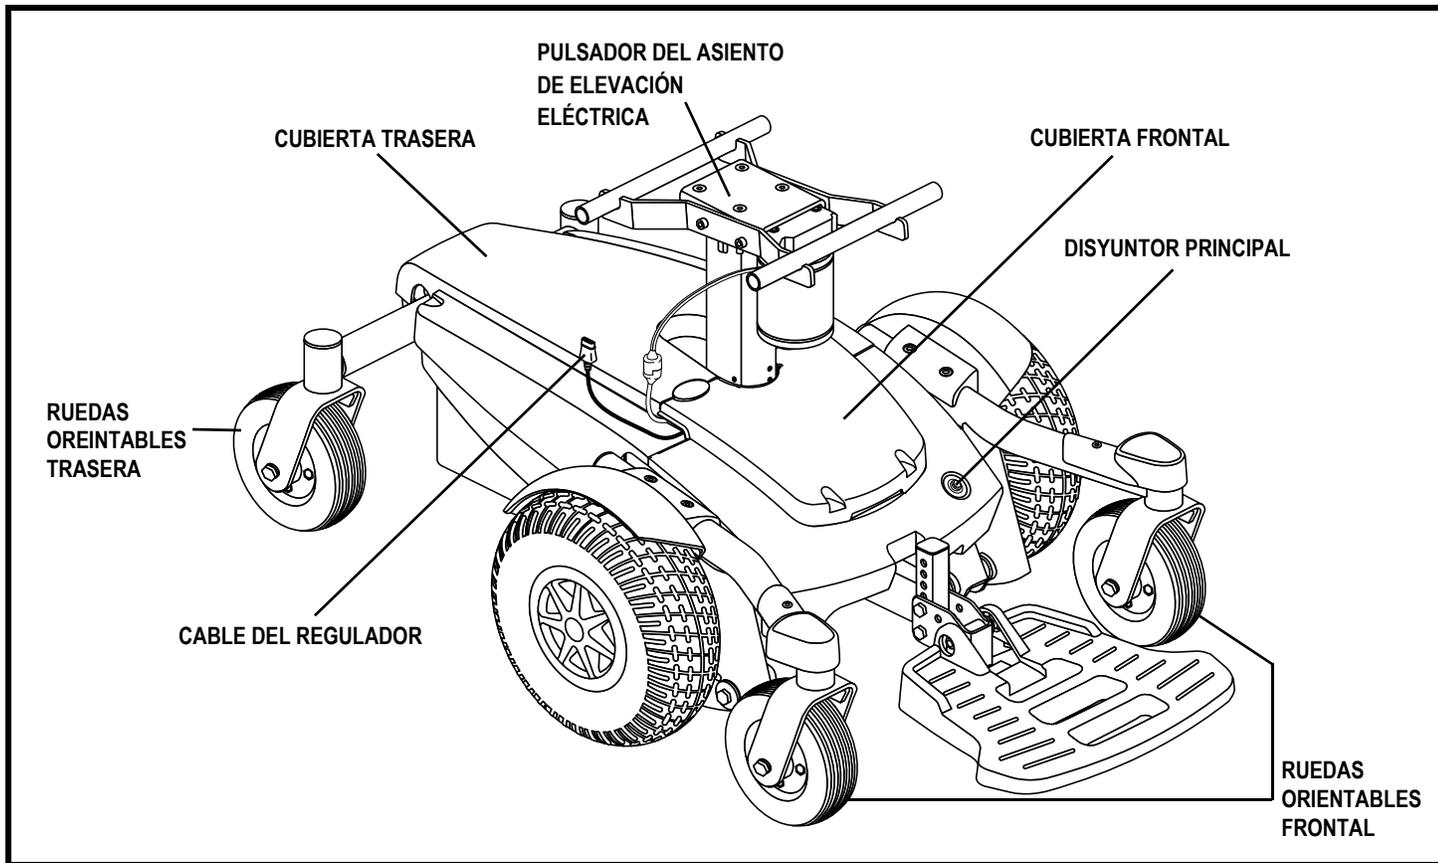

Figure 8. Base eléctrica del Jazzy Select 6 Ultra
6. Enchufe el cable del regulador al conector de la base eléctrica (fig. 8).